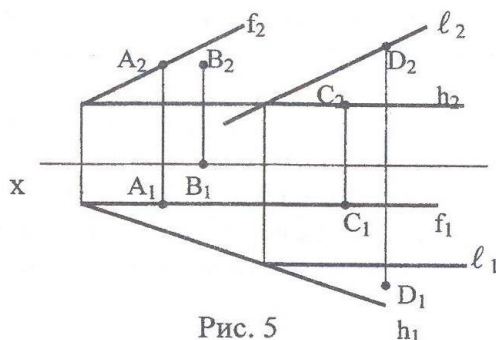

Рис. 5
2. Какая из заданных точек (A, B, C, D) на рис. 5 принадлежит плоскости $\Sigma(h \cap f)$?